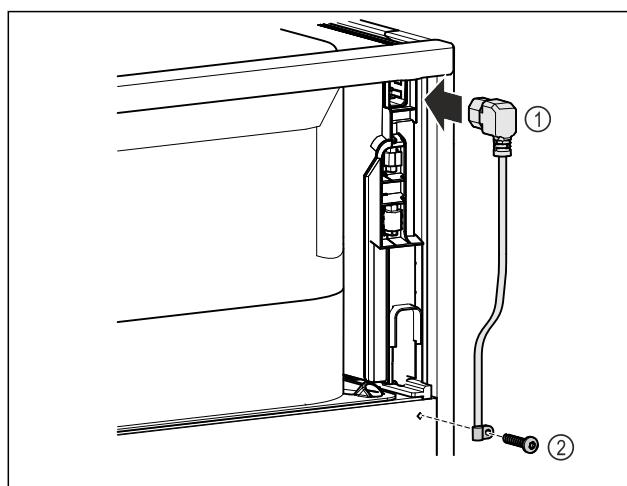

Fig. 9
- Вставте роз'єм «холодного підключення» кабелю підключення до мережі Fig. 9 (1) на задній стороні пристрію.
- Встановіть механізм для розвантаження кабелю від натягу Fig. 9 (2)